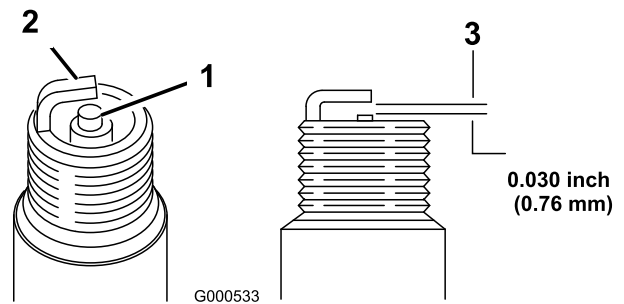

Figura 22
5. Ajuste el espacio entre los electrodos a 0,76 mm (0,030"); consulte Figura 22.